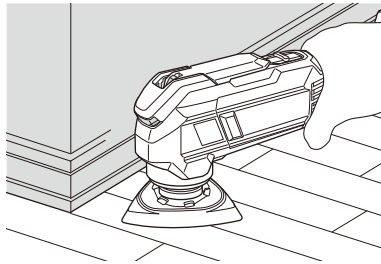

图15
- (2) 轻轻地将应用工具放置在材料上，然后以平稳的速度前后移动应用工具。（图15）